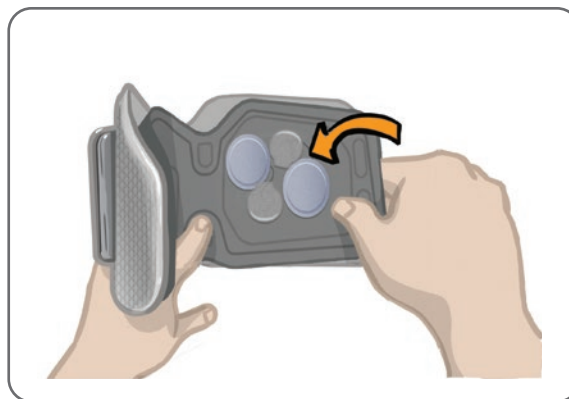

Figure 6-5 : Retrait du panneau personnel
1. Retirez le panneau personnel de la jambière. Reportez-vous à la figure 6-5.